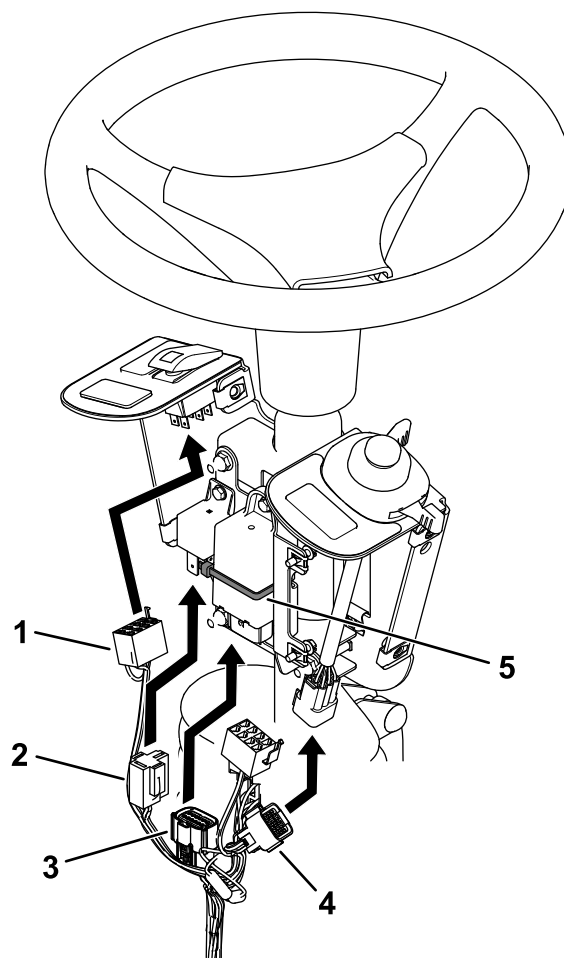

Figura 8
5. Fije el intermitente con una brida (Figura 8).
6. Enchufe el arnés en el interruptor basculante y el interruptor multifunción (Figura 8).
7. Enchufe el arnés de cables en el relé y el intermitente (Figura 8).